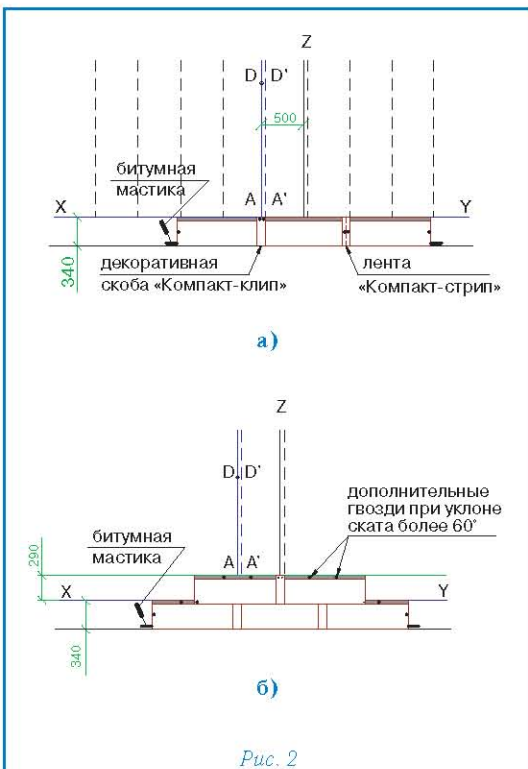

Рис. 2
Укладка материала (рис. 2)
- укладка черепицы начинается от линии AD, при этом ее верхний край выравнивается по линии XY (рис. 2а);
- листы первого ряда укладываются встык и фиксируются двумя гвоздями по центру коротких сторон на расстоянии 2 см от края (рис. 2а);
- правая сторона скобы «Компакт-клип» выравнивается по линии A'D' и фиксируется двумя гвоздями через специальные отверстия (рис. 2а);
- листы второго ряда черепицы укладываются от линии Z, их нижний край выравнивается по линии, параллельной XY; каждый лист фиксируется двумя гвоздями в 2,5 см от нижней стороны; стыки закрываются декоративными скобами «Компакт-клип», которые также фиксируются двумя гвоздями (рис. 2б);
Каждый лист ПРЕСТИЖ КОМПАКТ закрепляется четырьмя гвоздями, в соответствии с рекомендациями, приведенными выше (рис. 2б).
При укладке материала на скатах с уклоном более 60° каждый лист дополнительно фиксируется 2 гвоздями в верхней части (рис. 2б).